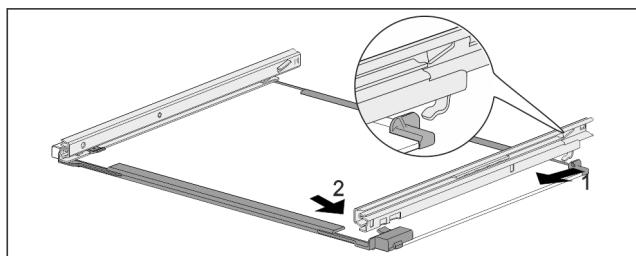

Fig. 175 Скляна пластина з рейками
- Зачепити рейку ззаду. Fig. 175 (1)
- Зафіксуйте рейку спереду. Fig. 175 (2)